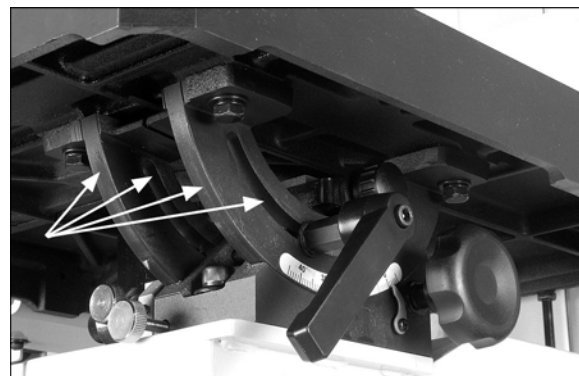

Рис. 44.
2. Смажьте трущиеся поверхности поворотной опоры стола (Рис. 44).